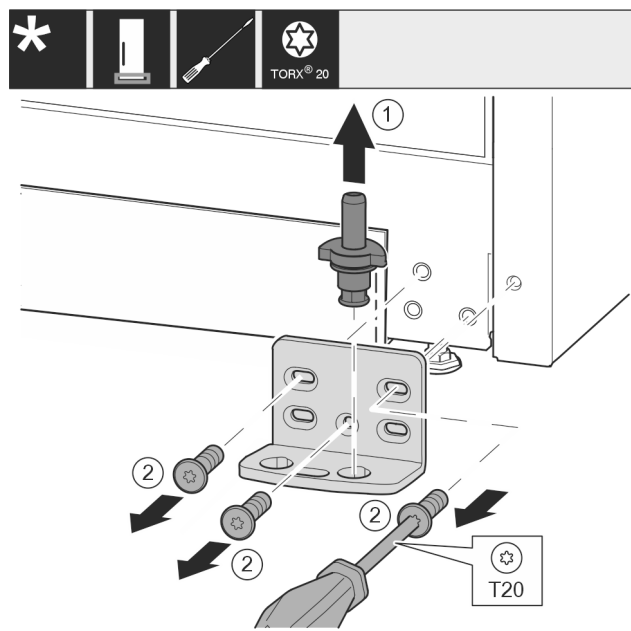

Fig. 17
- ▶ Izvucite svornjak ležaja Fig. 17 (1) potpuno prema gore.
- ▶ Odvijačem odvrtite vijke Fig. 17 (2) i skinite podložak ležaja.